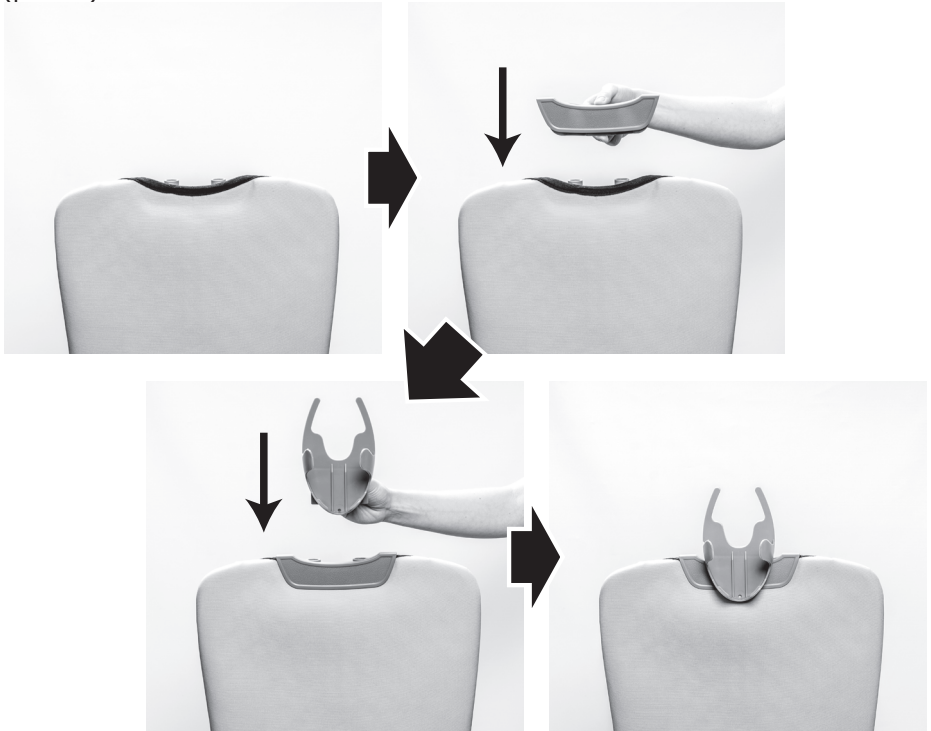

Рис. 3
6.1.3 Установите подставку для утюжка в верхней части гладильной доски (рис. 3).